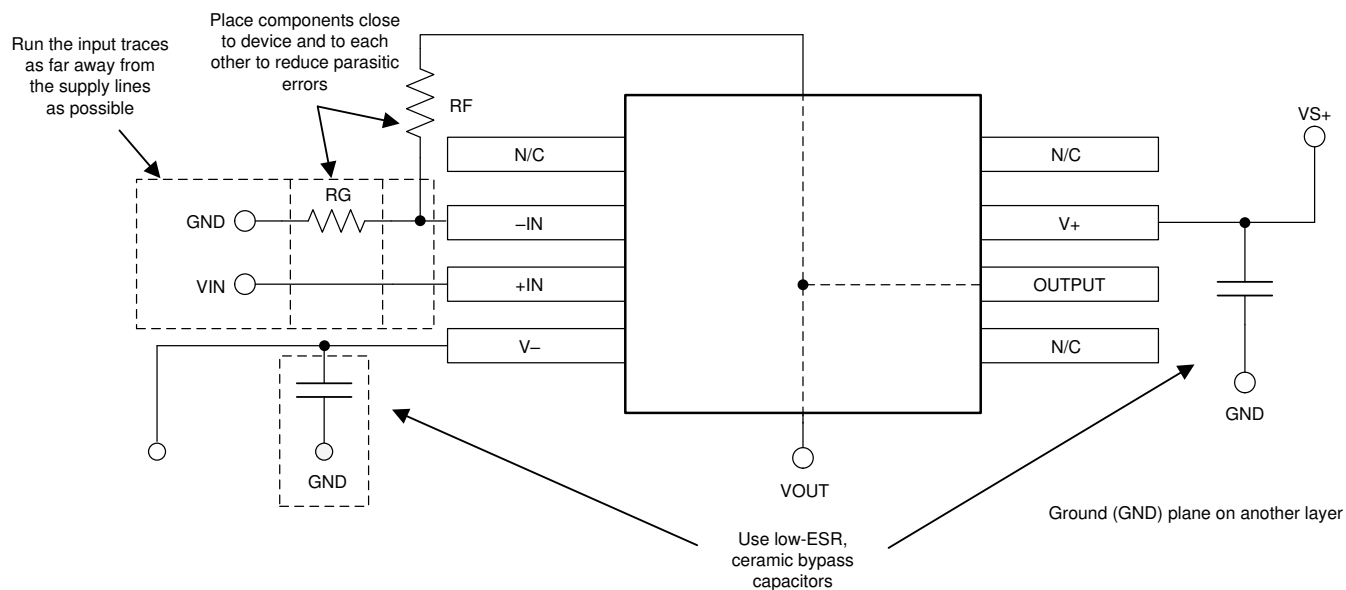

图 7-6. 同相配置的运算放大器电路板布局
- 外部元件应尽可能靠近器件放置。如图 7-6 所示，使 RF 和 RG 靠近反相输入，以更大限度地减小寄生电容。